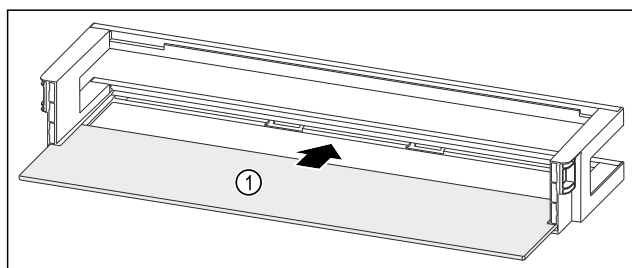

Fig. 204 Türabsteller mit Abstellfläche
- Abstellfläche Fig. 204 (1) in die seitlichen Aussparungen einschieben.